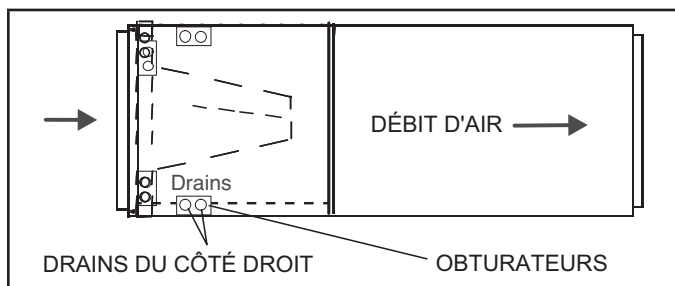

FIGURE 9. Configuration pour refoulement du côté droit
- 4 - La configuration horizontale est illustrée à la figure 9.